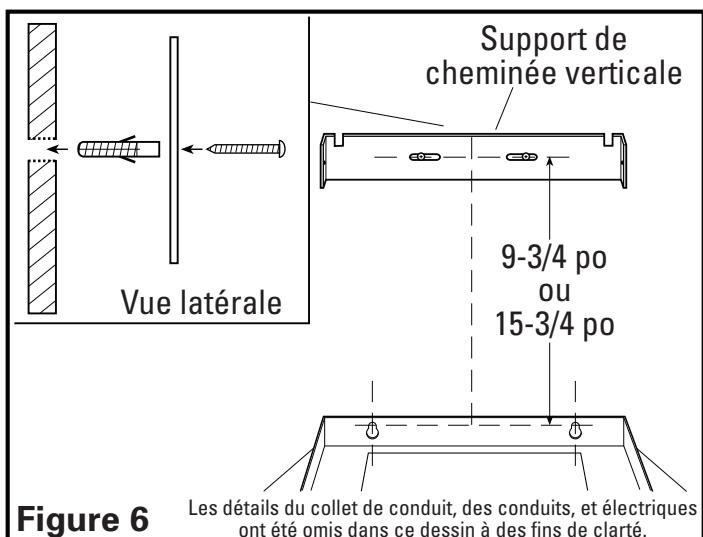

Figure 6
2. Si vous installez sur une cloison sèche, percez des trous dans le mur en utilisant un foret de 3/16 po. Installez les supports du mur dans les trous percés (un pour chaque trou). Fixez le support en place avec (2) vis #6 x 1 po fournies. Si vous installez sur d'autres matériaux (brique, ciment, plâtre, etc.) choisissez une fixation appropriée capable de soutenir le poids de la cheminée (Figure 6).